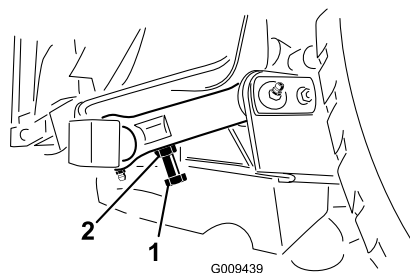

Figura 25
3. Para ajustar la distancia, localice el perno de ajuste del acoplamiento basculante trasero de la unidad de corte (Figura 25). Afloje la contratuerca del perno de ajuste. Afloje o apriete los pernos de ajuste hasta obtener una holgura de 10–16 mm, luego apriete la contratuerca.